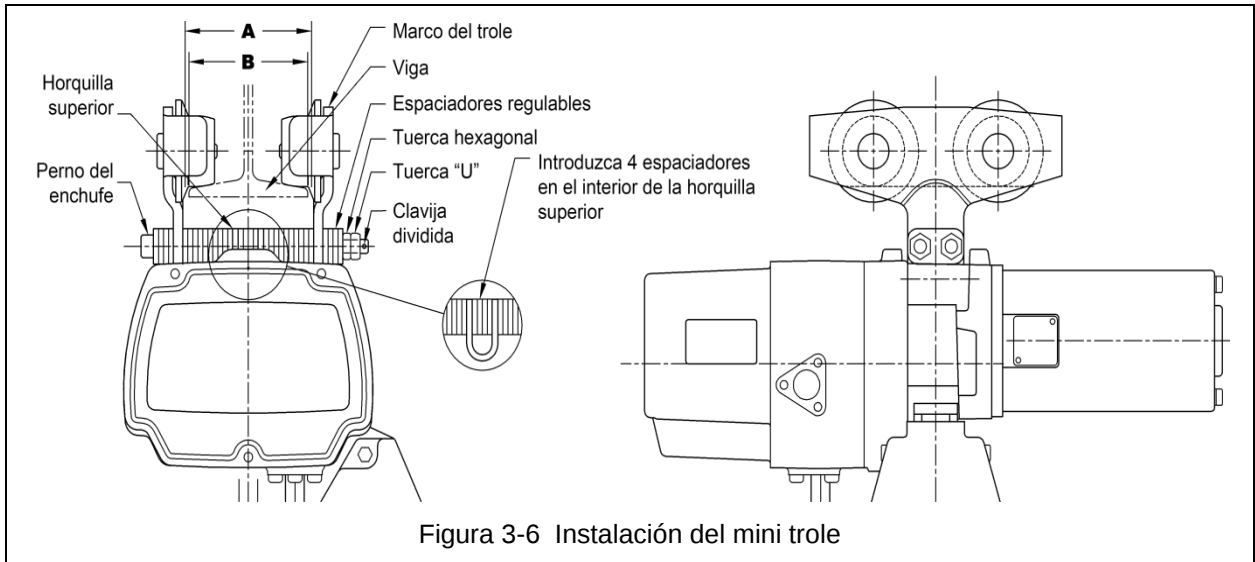

Figura 3-6 Instalación del mini trole
3.8.1 Mini trole - Siga las instrucciones de abajo para instalar el trole. Consulte la Figura 3-6.
- 3) Consulte la Figura 3-6 y ensamble los marcos del trole, regulando los espaciadores y los pernos del enchufe en la horquilla superior. Instale y ajuste a mano las tuercas hexagonales en los pernos